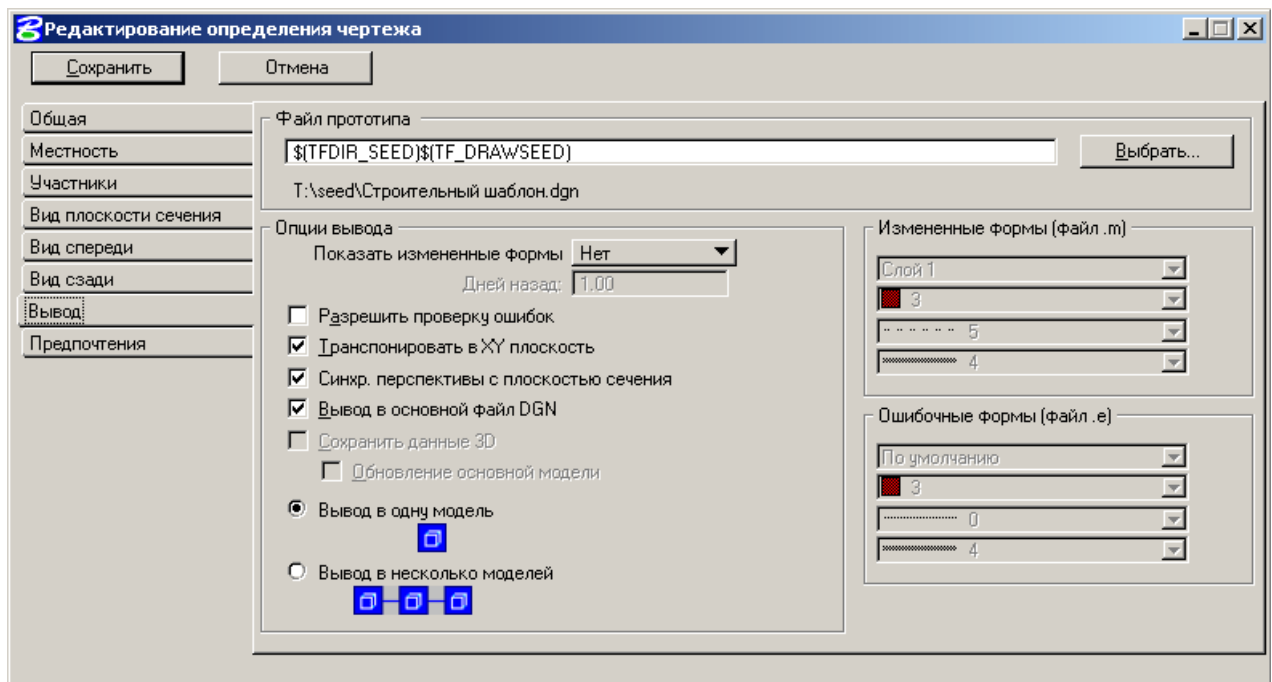

Рисунок 36
- В закладке *Вывод* (Рисунок 36):